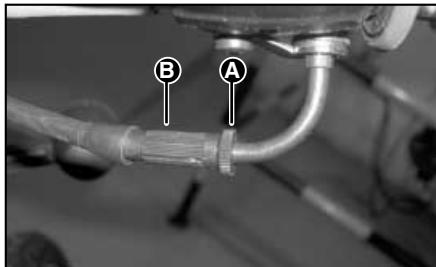

Fig. 1
3. Contrôlez le trajet à vide de la commande qui doit être de 4 mm approximativement. Si c'est nécessaire, procédez à son réglage: dévissez le contre écrou "A" (Fig. 1) et intervenez sur le réglage "B". Après avoir réalisé le réglage, serrez le contre écrou "A".
3. Controllare il percorso a vuoto del comando che deve essere approssimativamente di 4 mm. Se fosse necessario, procedere alla sua regolazione: allentare il controdato "A" (Fig. 1) ed intervenire nella regolazione "B". Dopo aver realizzato la regolazione, stringere il controdato "A".